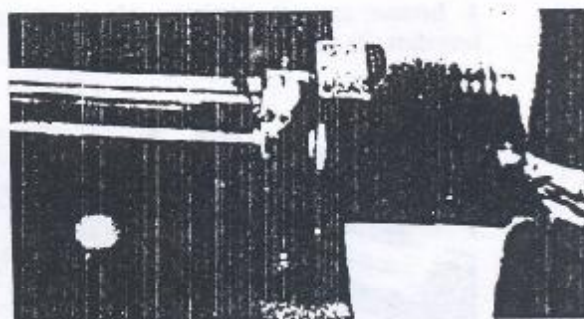

Figura 4.19.9 - Recravamento da junta esférica interna
9. Recravar as bordas das juntas esféricas nos rasgos existentes nas extremidades da cremalheira, utilizando-se de um punção (Figura 4.19.9).